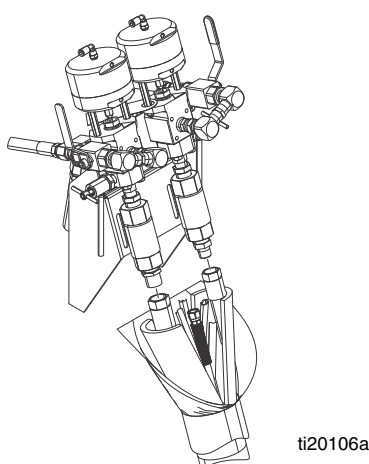

FIG. 17
1. Positionnez l'extrémité du faisceau de flexibles avec les quatre tuyaux rouges et bleus à la sortie de la machine. Branchez le flexible A de 1,9 cm (3/4 po.) et le flexible B de 1,27 cm (1/2 po.) aux clapets anti-retour de sortie du produit respectifs à l'avant du système. Consultez la FIG. 17.